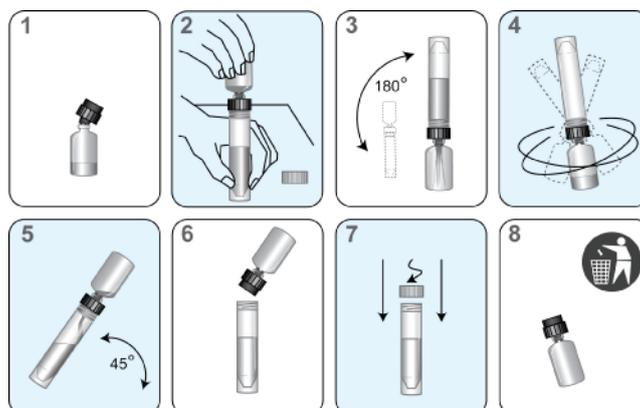

Figure 5. Procédure de reconstitution des réactifs
- ii. Insérez fermement l'extrémité à encoche du collet de reconstitution (noir) dans le flacon (Figure 5, étape 1).
- iv. Placez le flacon de solution de reconstitution sur une surface stable (p. ex. une paille). Retournez ensuite le flacon de réactif lyophilisé au-dessus du flacon de solution de reconstitution et attachez le collet solidement au flacon de la solution de reconstitution (Figure 5, étape 2).
- v. Retournez lentement les flacons assemblés (flacon attaché au flacon de solution) pour que la solution puisse s'écouler dans le flacon en verre (Figure 5, étape 3).
- vi. Soulevez les flacons assemblés et faites-les tourner pendant au moins 10 secondes (Figure 5, étape 4).
- c. Inclinez lentement les flacons assemblés pour permettre à la totalité de la solution de s'écouler de nouveau dans le flacon de solution de reconstitution (Figure 5, étape 5).
- d. Enlevez avec précaution le collet de reconstitution et le flacon en verre (Figure 5, étape 6).
- e. Rebouchez le flacon. Notez les initiales de l'opérateur ainsi que la date de reconstitution sur l'étiquette (Figure 5, étape 7).
- f. Jetez le collet de reconstitution et le flacon en verre (Figure 5, étape 8).